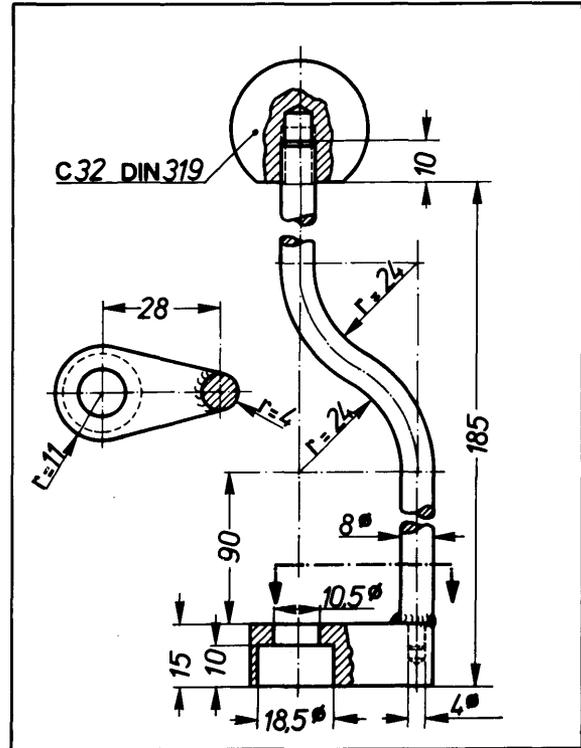

Figura 05-3/2
- 1.— Montar la junta en la guía de la válvula empleando un mandril similar al presentado en la figura 05-3/2.
- 2.— Montar seguidamente el resorte de válvula (10), el platillo del resorte (9), la contratuerca (8) y la tuerca de sombrerete (7) (Figura 05-3/1).